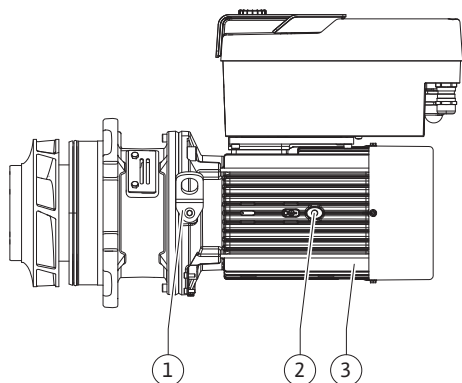

Fig. 107: Insteekset
13. Leid de insteekset (zie Fig. 107) in het pomphuis in de oude of in een andere gewenste hoekpositie. Neem daarbij de toegestane inbouwposities van de componenten in acht (zie het hoofdstuk „Toegestane inbouwposities en wijziging van de componentenopstelling vóór de installatie” [► 384]).
14. Het gebruik van de montagebouten wordt aanbevolen (zie het hoofdstuk „Toebehoren” [► 380]). Na het voelbare vastgrijpen van de lantaarnstukgeleiding (ca. 15 mm voor de eindpositie) bestaat geen gevaar meer voor omvallen of kantelen. Nadat de insteekset met minstens één schroef (Fig. I/III, pos. 10 of Fig. III/IV, pos. 29) is geborgd, kunnen de bevestigingsmiddelen van de transportogen worden verwijderd.
15. Draai de schroeven (Fig. I/III, pos. 10 of Fig. III/IV, pos. 29) erin, maar draai ze nog niet definitief vast. Bij het indraaien van de schroeven wordt de insteekset in het pomphuis getrokken.